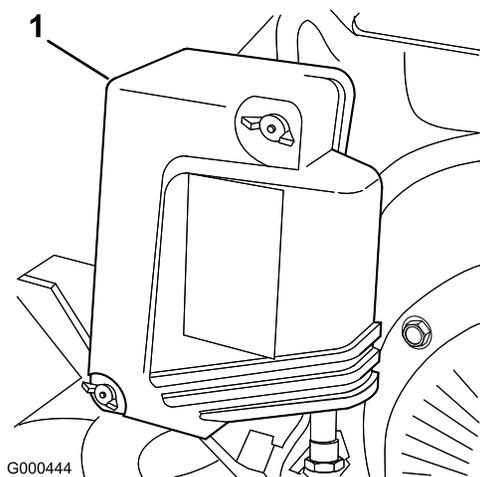

図 27
2. エア・クリーナ・カバーの蝶ナットを取り、カバーを外す。カバーを丁寧に清掃する（図 27）。